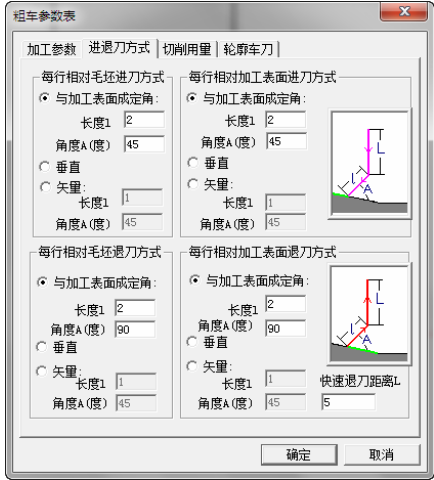

图 4-192 粗车内孔进退刀方式参数设定
2) 单击“进退刀方式”选项卡，设置具体参数如图 4-192 所示。